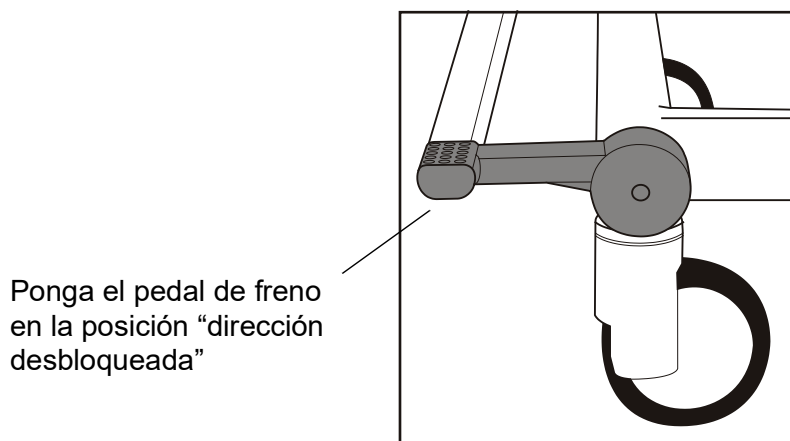

Fig. 6 - Posición de “dirección desbloqueada”
2. Compruebe que los frenos estén desbloqueados y el pedal de freno en la posición “dirección desbloqueada”. **(Véase la Fig. 6)**